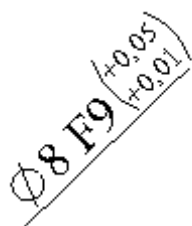

Рис. 19
- В окне **Предварительного просмотра** отображается предварительный вид допуска (рис. 19);